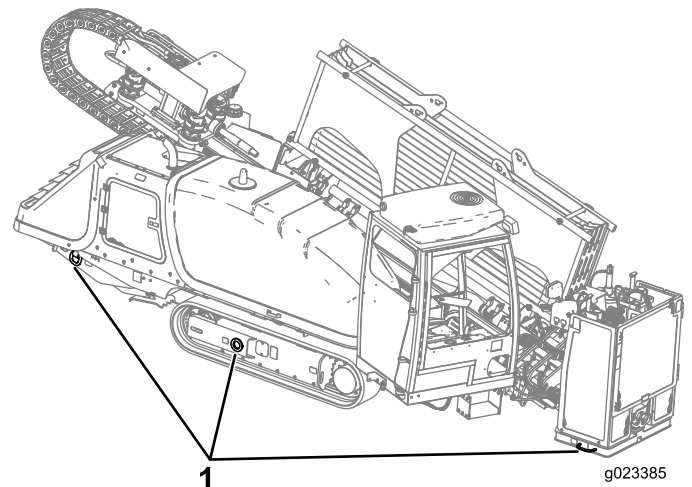

Bild 36
9. Verwenden Sie geeignete Ketten und Beschläge, um die Ringe am linken und rechten Kettenrahmen sowie die Verankerungsplatte auf dem Anhänger zu befestigen (Bild 36).